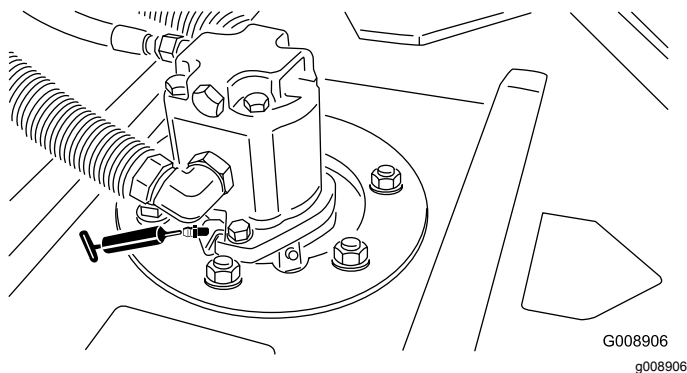

Figura 55
- Cojinetes de los ejes de las unidades de corte (2 por unidad de corte) (**Figura 55**).